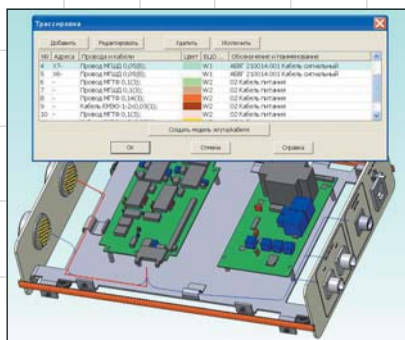

Рис. 4
8. Конструктор может выполнить так называемую трассировку (рис. 4). Трасса — это путь прохождения проводников и кабелей в пространстве модели. Трассы определяют проходжение геометрических осей проводников или кабелей и имеют условные начало и конец. Трасса представляет собой совокупность траекторий — пространственных кривых КОМПАС-3D, расположенных последовательно. В процессе выполнения трассировки конструктор указывает на модели начальную и конечную точки конкретного кабеля или ветви жгута, выбирает из базы данных (или вводит вручную) определенные марки проводов, проложенных вдоль трассы. Для тех или иных проводов можно установить различные припуски на монтаж и ремонт, а также ввести припуск на технологическое провисание прово-